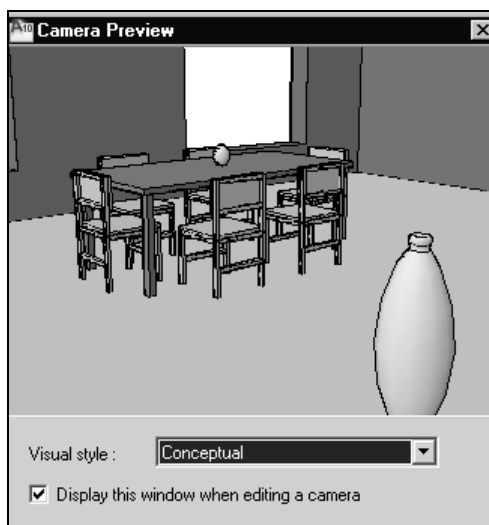

Рис. 8.15. Окно предварительного просмотра вида, создаваемого камерой
5. Выберите камеру, чтобы активизировать на ней ручки. Перемещайте ручки камеры так, чтобы получить нужный вид, который автоматически выводится в окне предварительного просмотра **Camera Preview** (Предварительный просмотр камеры) (рис. 8.15).